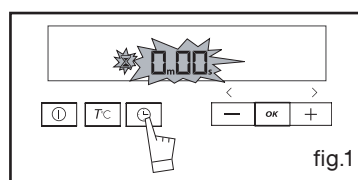

fig.1
O visor fica a piscar em 0h00 para lhe indicar que a regulação é então possível (fig.1).
O visor pisca para lhe indicar que a regulação é então possível (fig.1).
- Prima 3 vezes o botão  (fig.1).
Com o forno parado, prima o botão **OK** durante alguns segundos. É então apresentada uma "chave" no visor -> o acesso aos comandos do forno está bloqueado (fig.1).